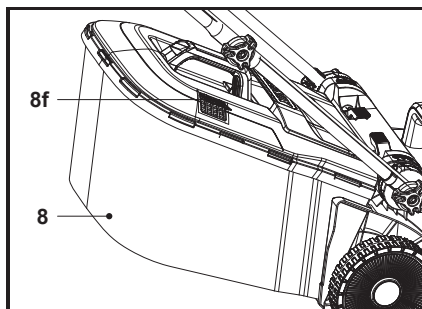

Fig. 11
1. Când trapa (8f) este deschisă, colectorul de iarbă (8) mai are suficient loc pentru iarbă (fig. 11).